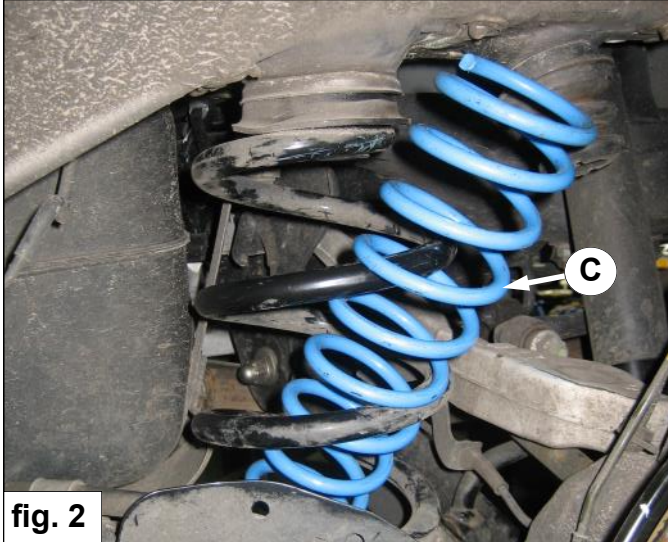

fig. 2
4. Drehen Sie die Hilfsfeder **C** durch die Windungen der Hauptfeder in der Hauptfeder. Siehe Fig. 2. Falls notwendig: Entfernen Sie den Puffer und verwenden Sie einen Wagenheber zwischen Tragarm und Chassis.